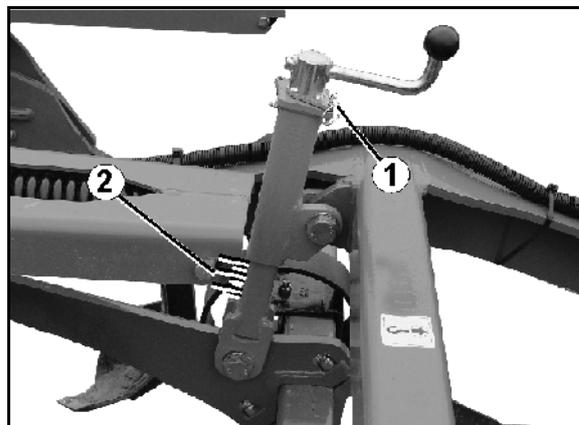

Fig. 41
1. Retirez la goupille (Fig. 41/1).
- A fins d'indication, les unités de réglage comportent une échelle (Fig. 41/2).